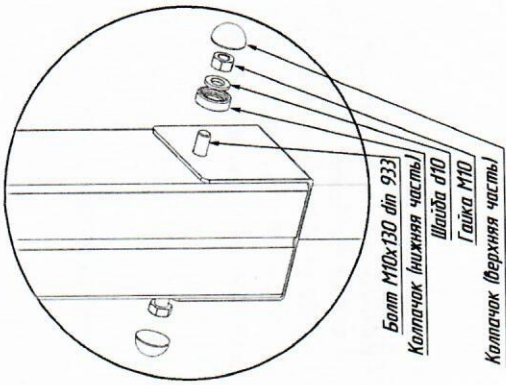

Рис. 1
1. На деревянные столбы надеть металлические П-образные основания и прикрутить их болтами 10/130 + шайба+ гайка+пл. колпачок (рис. 1,2).